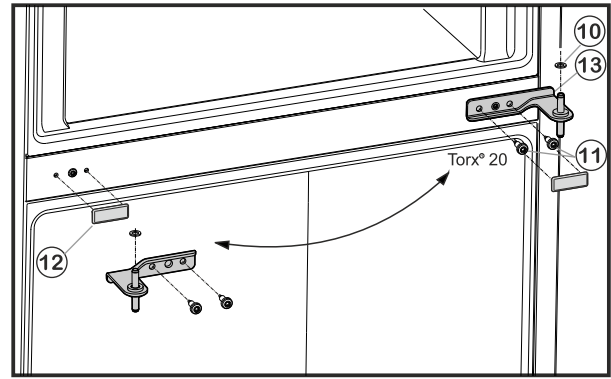

Fig. 6
- ▶ Svitare le viti di fissaggio Fig. 6 (11) (2 viti Torx® 20) e sfilare il cuscinetto di supporto centrale dalla porta inferiore.
- ▶ Rimuovere la rondella in plastica Fig. 6 (10).
- ▶ Estrarre con cautela la copertura Fig. 6 (12).
- ▶ Riapplicare la copertura Fig. 6 (12) sul lato opposto.
- ▶ Inserire il cuscinetto di supporto centrale Fig. 6 (13) ruotato di 180° nella porta inferiore e avvitare usando le viti di fissaggio Fig. 6 (11) (2 viti Torx® 20) sul nuovo lato della cerniera (**applicando 4 Nm**).
- ▶ Applicare nuovamente la rondella in plastica Fig. 6 (10).
- ▶ Posizionare la porta superiore sul cuscinetto di supporto centrale Fig. 6 (13).